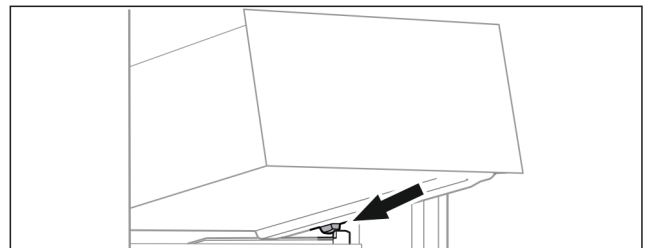

Fig. 17
- ▶ Applicare il cassetto in modo inclinato dietro i fermi sulla nervatura del contenitore Fig. 17 ().